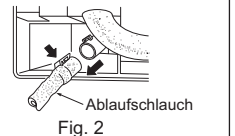

Fig. 2
- Ziehen Sie den Ablaufschlauch links hinten am Innengerät heraus. (Fig. 2)